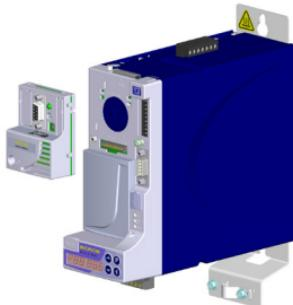

Figura 4.2: Instalación del accesorio
3. Conecte el accesorio en el slot apropiado, tal como es ilustrado en la figura 4.2. El accesorio ECO3 solamente podrá ser conectado en el Slot 2.